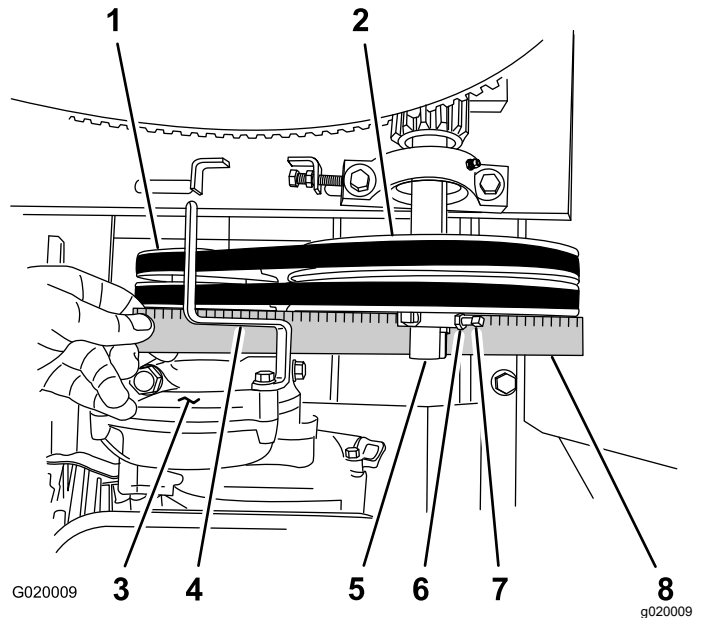

Figura 66
- Si es necesario, gire el motor sobre la chapa del motor hasta que la polea del motor y la polea tensora estén alineadas con la regla (Figura 66).